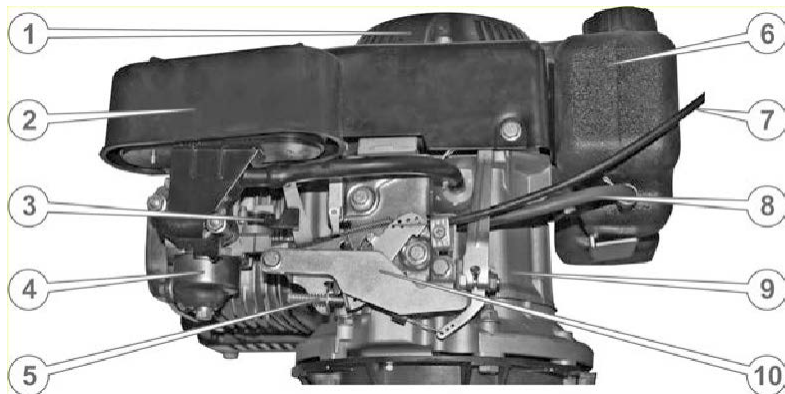

Рис. 4.11.
2. Відкрити паливний кран (див. Рис. 4.11.), перевівши його в позицію «ON».